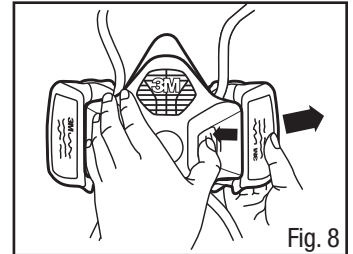

Fig. 8
5. Para retirar el cartucho, presione el botón azul de liberación del cartucho o filtro y, a la vez, tire hacia afuera el cartucho o filtro (Fig. 8).